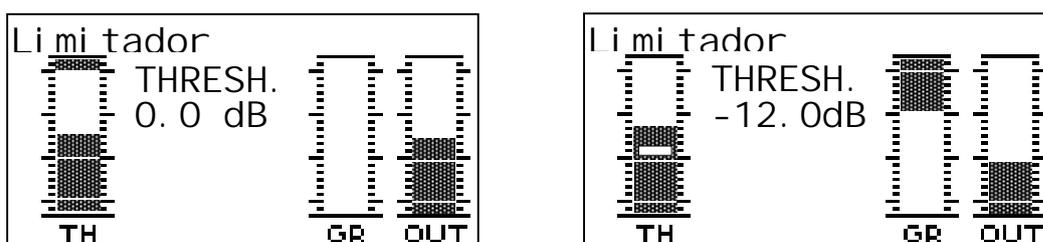

Fig. 22. Pantalla del Limitador (izq.) y edición del Threshold (der.)
-) GR (Gain Reduction): Muestra cuando el limitador está actuando (el nivel de entrada supera el del umbral). La reducción de nivel se muestra como una barra invertida (ver Fig. 22, derecha).